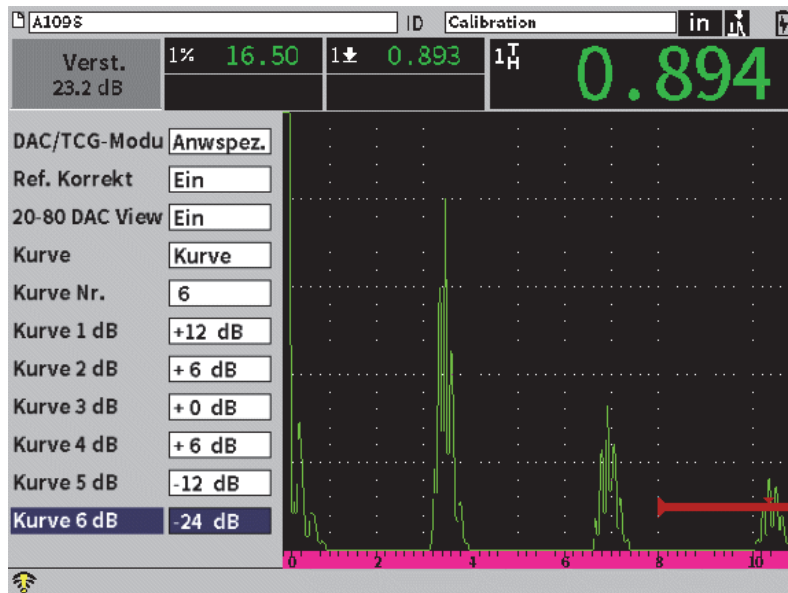

Abbildung 11-17 Anwendungsspezifische DAC-Einstellung
4. Wählen Sie die **Kurve Nr.** aus, die zusätzlich zur Hauptkurve eingesetzt werden soll (siehe Abbildung 11-17 auf Seite 197).